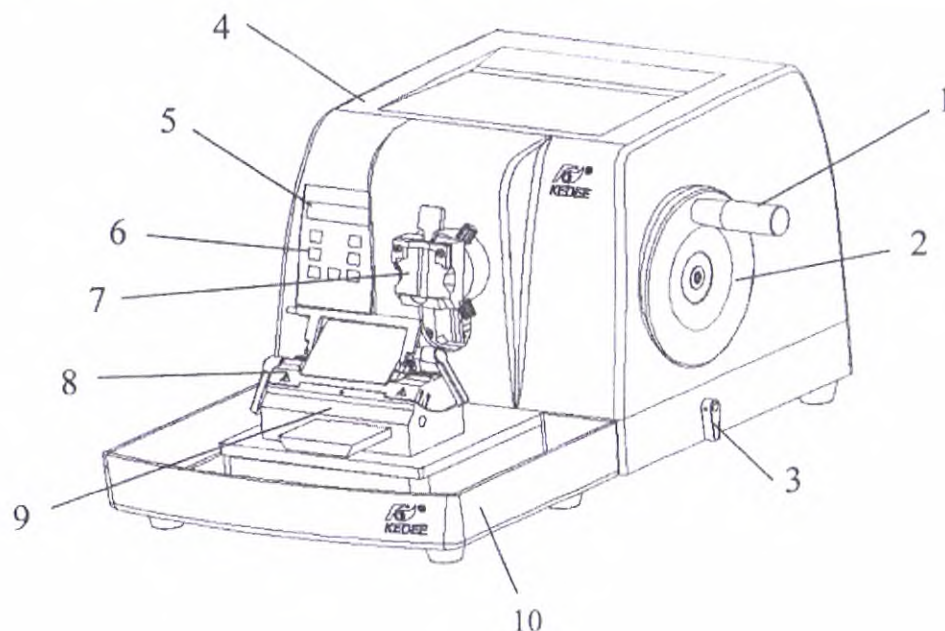

Рисунок 2. Схема микротомы модели KD-3358
| Рисунок 2, (1)  | Ручной маховичок                              |
| Рисунок 2, (2)  | Рукоятка ручного маховичка                    |
| Рисунок 2, (3)  | Стопорный рычаг для ручного маховичка         |
| Рисунок 2, (4)  | Корпус микротомы                              |
| Рисунок 2, (5)  | Светодиодный дисплей панели управления        |
| Рисунок 2, (6)  | Панель управления                             |
| Рисунок 2, (7)  | Зажим образцов                                |
| Рисунок 2, (8)  | Держатель лезвий / Держатель ножа             |
| Рисунок 2, (9)  | Основание для установки держателя лезвий/ножа |
| Рисунок 2, (10) | Поддон для отработанных образцов              |